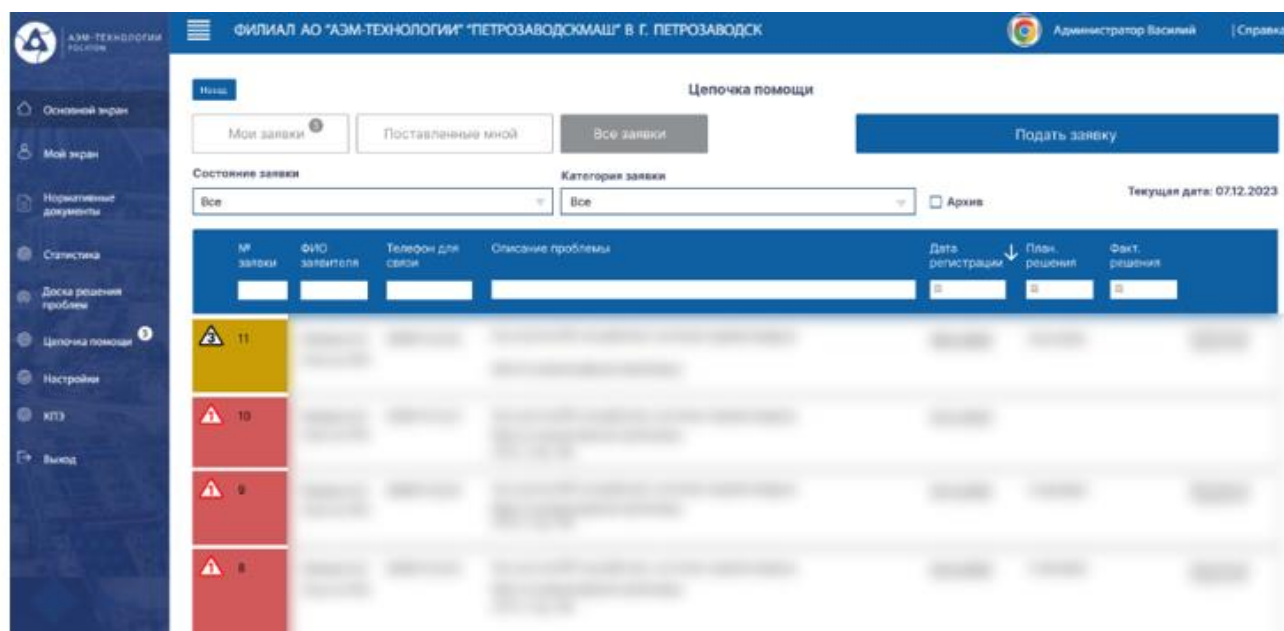

Рисунок 3.14
- Просмотр во вкладке «Все заявки» заявок, поставленные любым сотрудником предприятия с возможностью фильтрации по статусу заявки и категории (Рисунок 3.14).